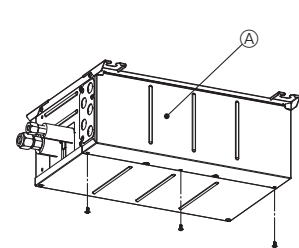
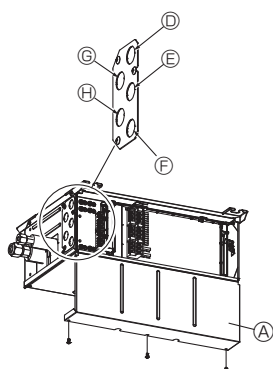
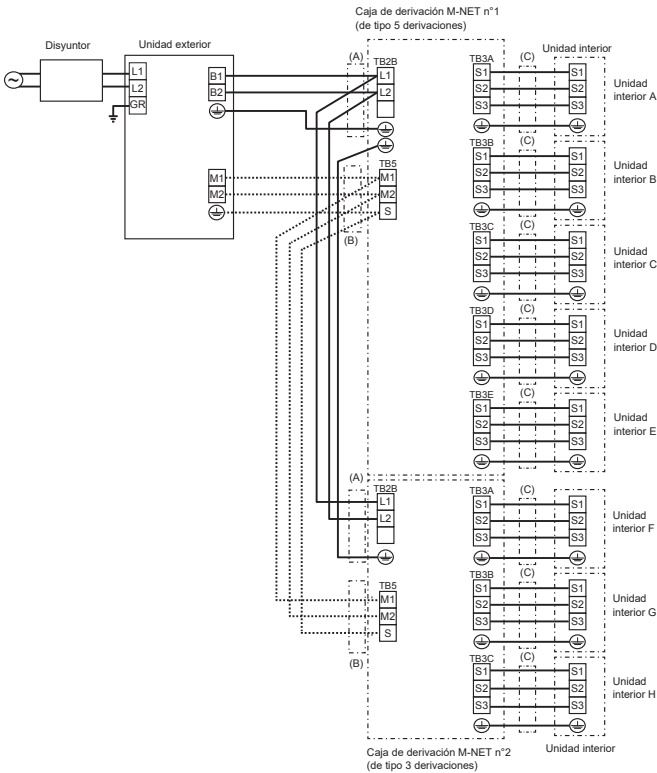

Fig. 8-1
Fig. 8-5
Fig. 8-9
- (1) Retire la cubierta eléctrica. (Fig. 8-1)
- (2) Retire la cubierta de conducto.
- (3) Introduzca el cableado en la caja de derivación a través de la placa de conducto y fíjelo con la placa de conducto. (consulte el apartado 8.3.)
- (4) Conecte firmemente cada cable al bloque de terminales pertinente. (Fig. 8-9)
- (5) Configure el interruptor DIP. (consulte el apartado 8.5.)
- (6) Vuelva a colocar la cubierta eléctrica.
8.3. Cuando se utiliza un conducto de cableado (Fig. 8-5, 8-6, 8-7)
8.4. Procedimiento de cableado exterior (Fig. 8-9)
* Para ver las especificaciones del cableado de (A) a (C), consulte el apartado "Especificaciones del cableado" en la página siguiente.